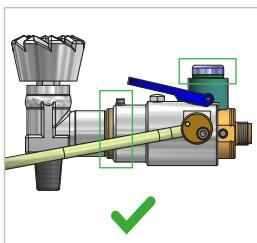
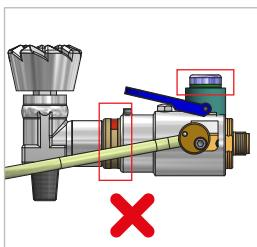

Abbildung 7
Abbildung 8
- Der WEH® Adapter ist **nur** richtig angeschlossen, wenn der grüne Ring ganz aus dem Gehäuse ausgefahren und sichtbar ist. Die rote Markierung am Vorderteil darf **nicht** sichtbar sein (*Abbildung 7* und *Abbildung 8*).